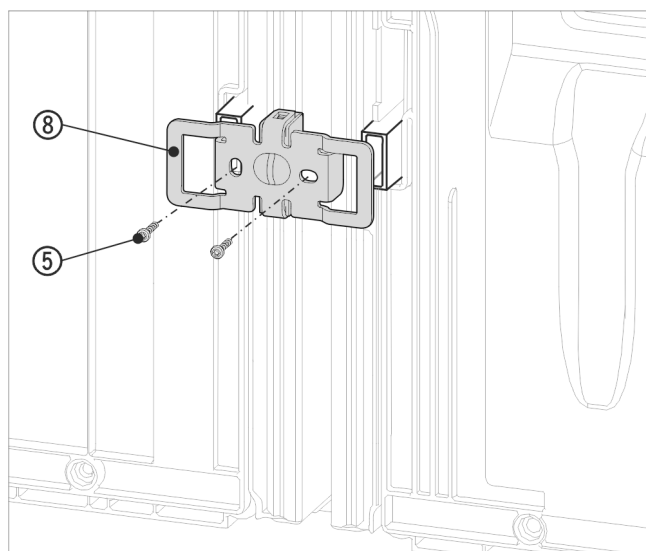

Fig. 19 Zobrazení příkladu
- Úhelník Fig. 19 (8) znovu zasuněte vybráním přes úchyt pro vymezení odstuhy od stěny.
- Přišroubujte pomocí 2 šroubů Fig. 19 (5).